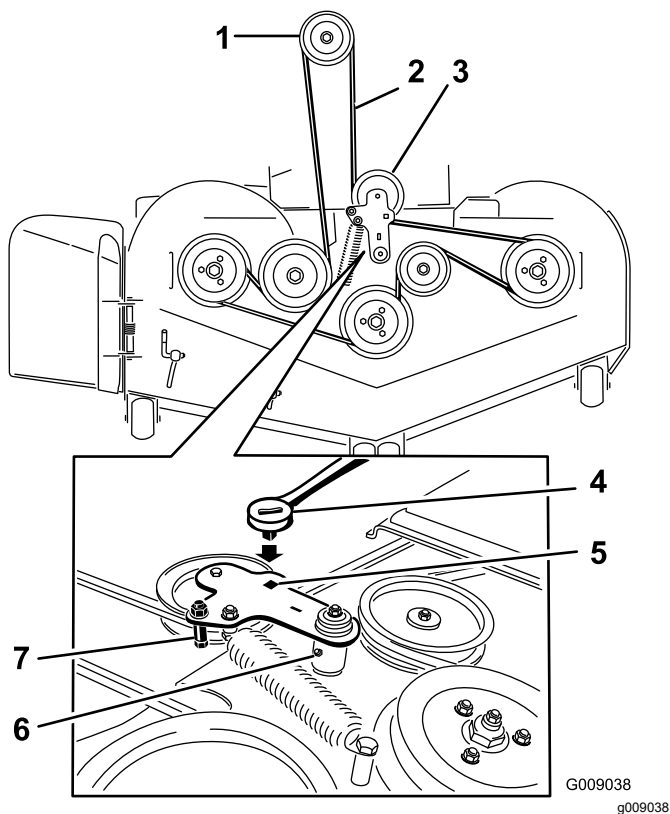

Figura 74
3. Utilice una llave de carraca en el taladro cuadrado del brazo tensor para aliviar la tensión del muelle tensor (Figura 74).
5. Instale la guía de la correa en el brazo tensor tensado con muelle (Figura 74).
7. Pase la correa nueva alrededor de las poleas del cortacésped y de la polea del embrague, debajo del motor (Figura 74).
10. Instale la guía de la correa en el brazo tensor (Figura 74).
11. Utilizando la llave de carraca en el taladro cuadrado, instale el muelle tensor (Figura 74).